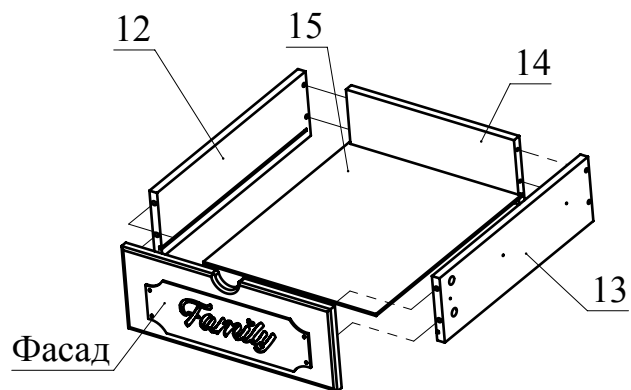

Рис.5
4. Соберите ящики. Для этого соедините деталь 14 с деталями 12 и 13 с помощью конфирмат. Затем вставьте деталь 15 (ДВП) в пазы деталей 12, 13, 14 (Рис. 5). Соедините фасад ящика с полученной конструкцией и затяните головки минификс (Рис. 5).